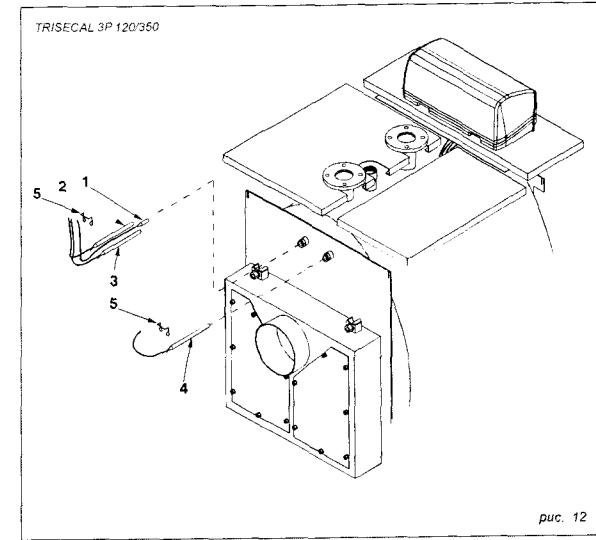

рис. 12
F) Вставьте датчики приборов в погружные гильзы, как показано на рис. 12, а также подсоедините пульт управления, горелку, насосы и т. д. к электропитанию. Закройте крышку пульта управления. Проведите штепсель горелки через зажимную панель проводов (поз.11), располагающуюся на боковых панелях кожуха с желаемой стороны и зафиксируйте его кабель при помощи прилагаемого зажима.